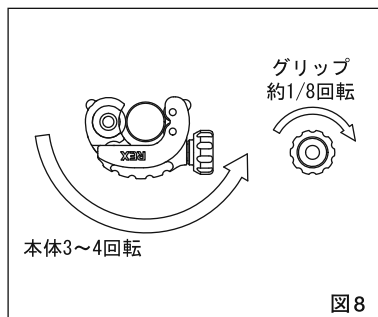

図8
- ③その後、グリップをゆっくり回し、（本体3～4回転につきグリップ1/8回転程度）徐々に切り込みを深くしながら、本体を矢印の方向へ回転させパイプを切断してください。（図8）